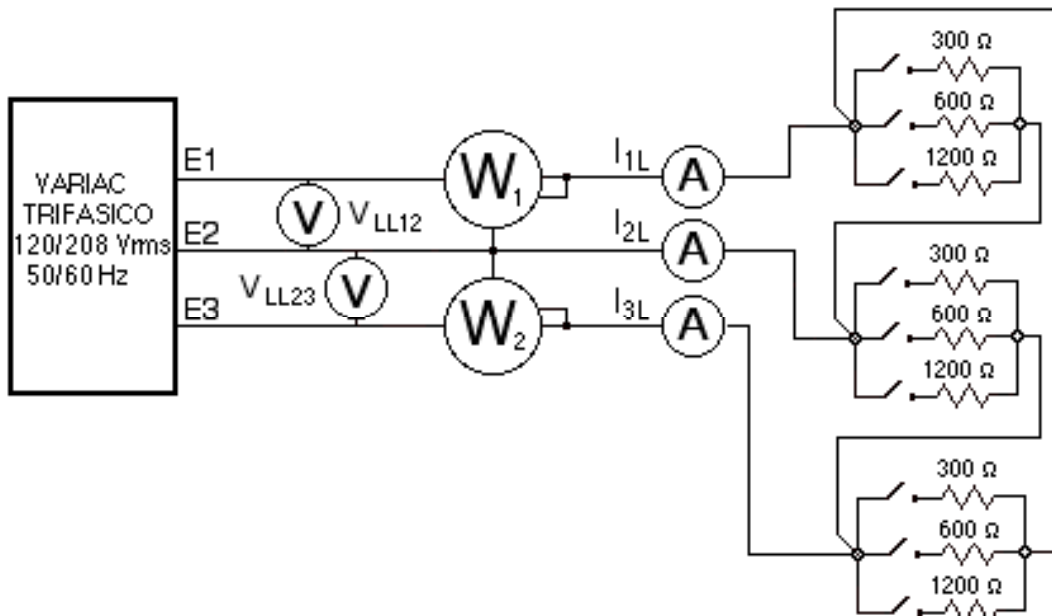

Figura 9.2.- Circuito trifásico con fuente en estrella y carga en delta
21.- Monte el circuito trifásico de la figura 9.2 con la carga conectada en delta.